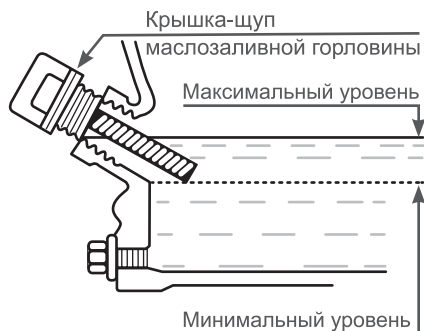

Рис. 5. Проверка уровня масла в картере
Максимальный уровень масла в картере соответствует нижней кромке заливного отверстия (Рис. 5).
4. Аккуратно извлеките щуп и осмотрите его. Уровень масла должен соответствовать верхней отметке на щупе. При недостаточном уровне масла в картере необходимо долить чистое масло до верхней отметки на щупе, что соответствует нижней кромке заливного отверстия (Рис. 5).